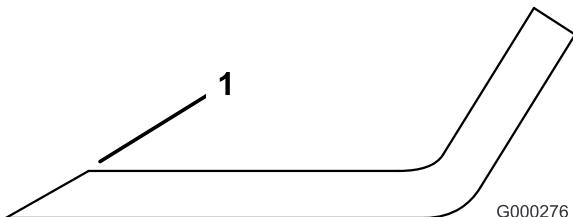

Bild 101
3. Untersuchen Sie die Schnittkanten aller Messer. Schärfen Sie alle stumpfen und ausgekerbten Schnittkanten. Schärfen Sie nur die Oberseite der Schnittkanten und behalten dabei den ursprünglichen Schnittwinkel bei, um die Schärfe des Messers zu gewährleisten (Bild 101). Das Schnittmesser behält seine Auswuchtung bei, wenn von beiden Schnittkanten die gleiche Materialmenge entfernt wird.
Wenn sich das Messer abwetzen kann, bildet sich ein Schlitz zwischen dem Windflügel und dem flachen Teil des Messers (Bild 101). Zuletzt kann sich ein Stück des Messers lösen und aus dem Gehäuse herausgeschleudert werden. Das kann zu schweren Verletzungen bei Ihnen selbst und Unbeteiligten führen.